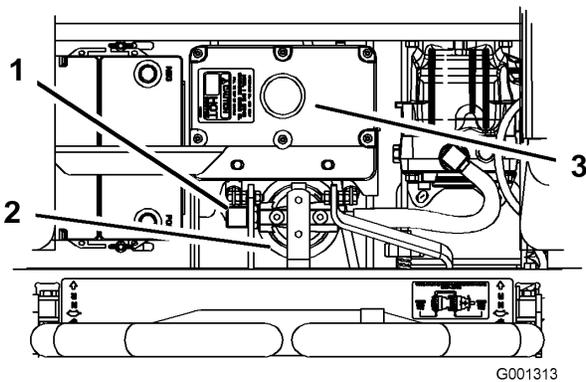

Figura 68
4. Retire el manguito hidráulico de la derecha a su entrada en el adaptador (Figura 68).
6. Vuelva a instalar el manguito hidráulico de la derecha en el adaptador (Figura 68).